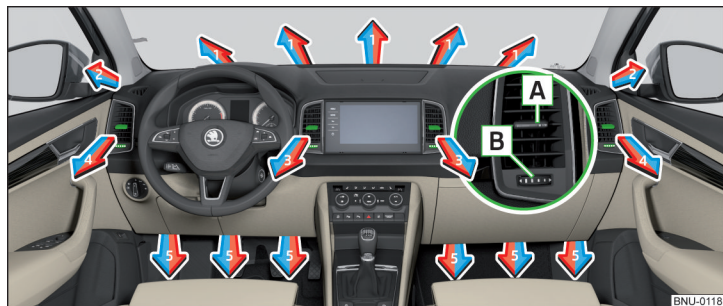
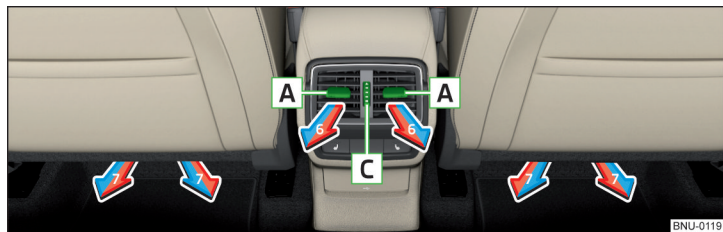

Fig. 161 Diffuseurs d'air
Fig. 162 Diffuseurs d'air arrière
Les diffuseurs d'air **3, 4** » fig. 161 et **6** » fig. 162 offrent la possibilité de modifier la direction du débit de l'air et peuvent s'ouvrir et se fermer séparément.
Le réglage du sens du flux d'air est effectué en déplaçant l'élément de réglage **A** » fig. 161 ou » fig. 162 dans la direction souhaitée.
- » Faites tourner le sélecteur **B** » fig. 161 vers la droite.
- » Faites tourner le sélecteur **C** » fig. 162 vers le haut.
- » Faites tourner le sélecteur **B** » fig. 161 vers la gauche.
- » Faites tourner le sélecteur **C** » fig. 162 vers le bas.
| Réglage de la direction du débit d'air | Diffuseurs d'air » fig. 161 et » fig. 162 |